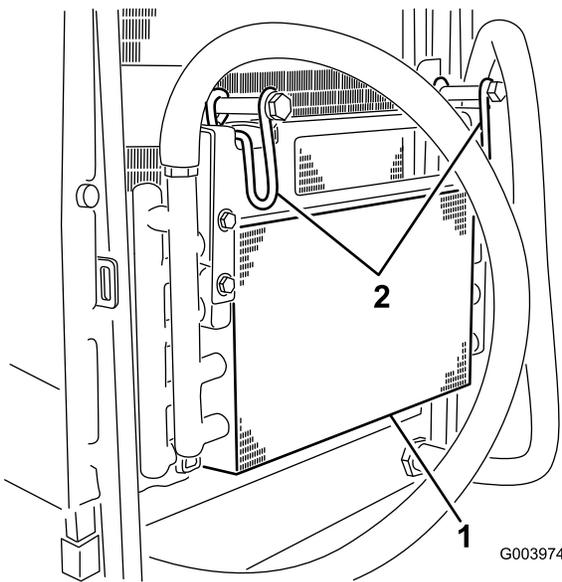

Figure 73
5. Pivotez les verrous vers l'intérieur pour dégager le refroidisseur d'huile (Figure 73).